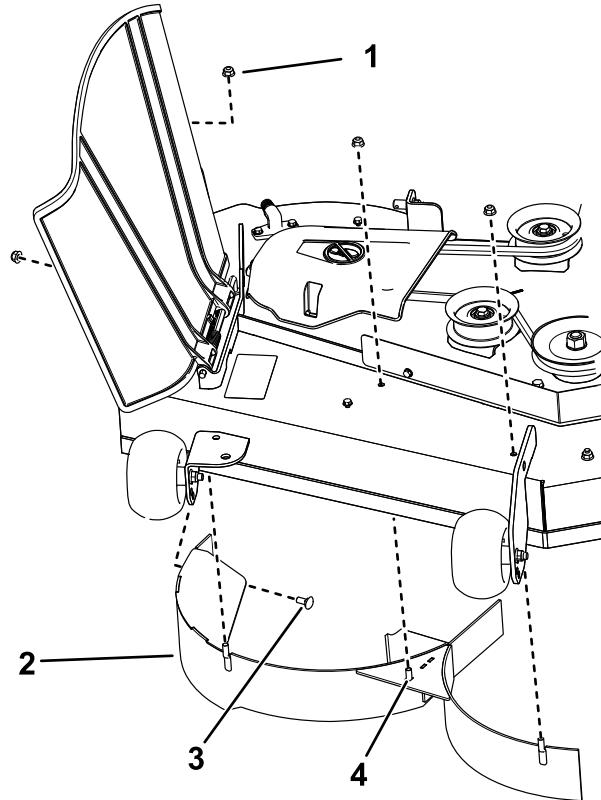

Рисунок 13
4. Отверните 3 контргайки (5/16 дюйма) с приваренными стержней на правом дефлекторе (Рисунок 13).
5. Отверните 2 каретных болта с 2 контргайками, которые крепят правый дефлектор к деке, и снимите дефлектор (Рисунок 13).
6. Найдите 3 болта в наборе отдельных деталей и используйте имеющиеся контргайки, чтобы установить эти крепежные детали в отверстия, используемые для приваренных стержней (Рисунок 13), для предотвращения выброса мусора.